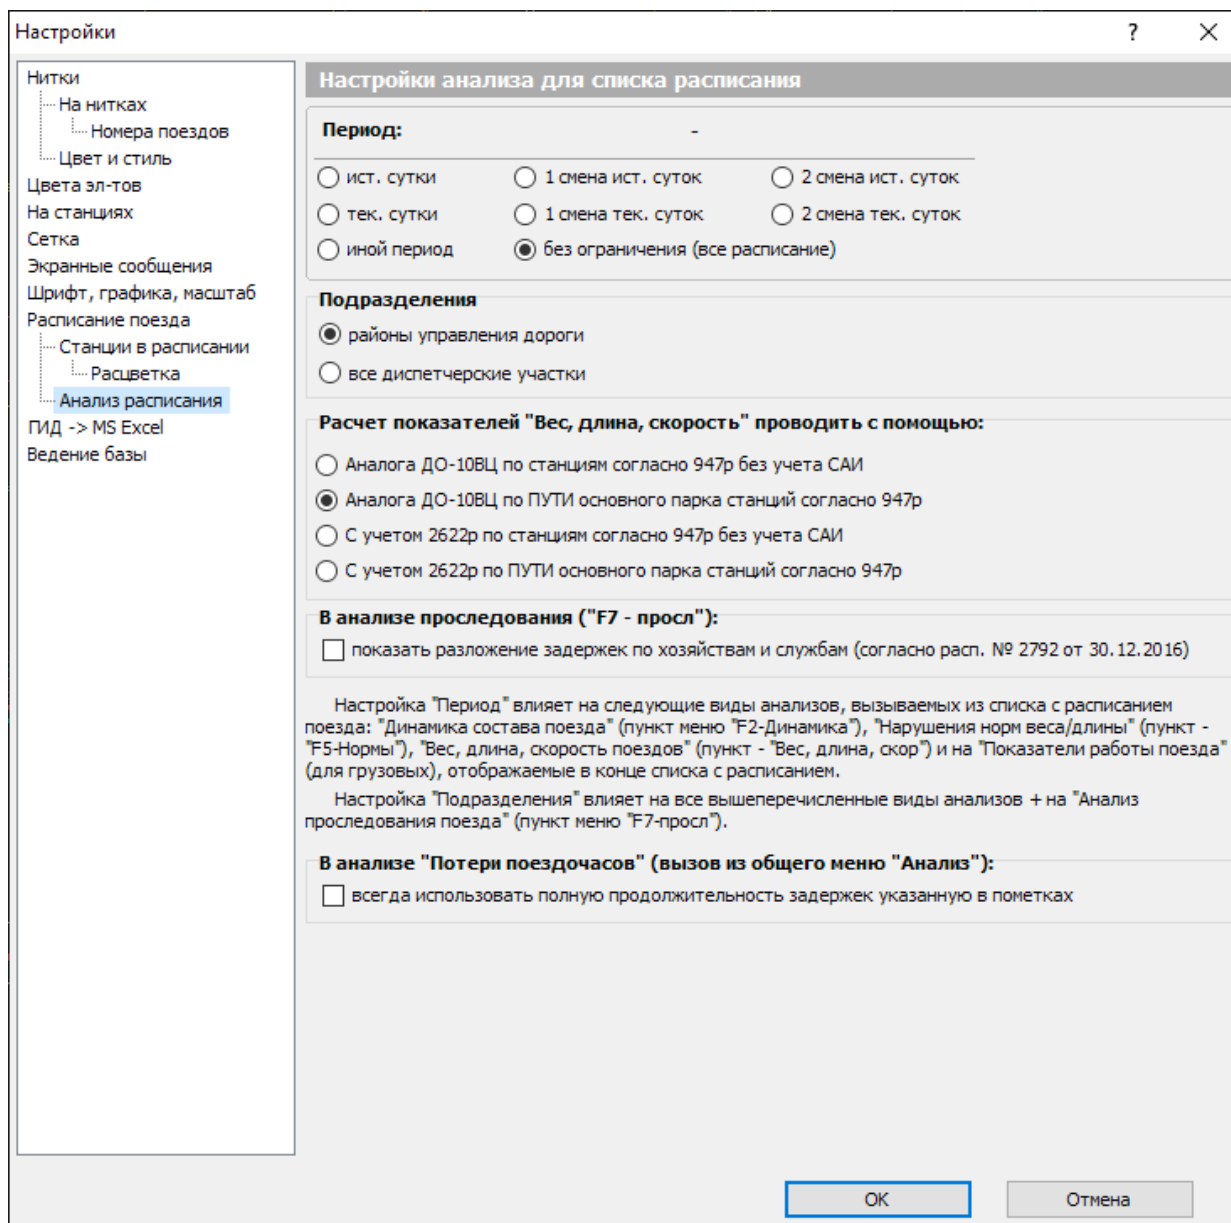

Рис. 4 Настройки анализа для списка расписания
4. Настройки анализа для списка расписания (рис. 4).
Также данные настройки влияют на несколько анализов, вызываемых из меню списка с расписанием поезда (тип поезда не важен). Эти анализы и пункты меню, которые их вызывают, указаны прямо на вкладке (Рис. 4).